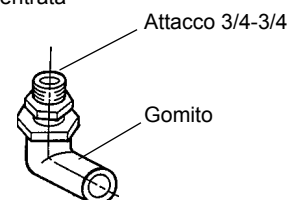

Fig. 6
- 3) Collegare l'attacco 3/4-3/4 (accessorio) al gomito (accessorio) come indicato (Fig. 6). Per ottenere un accoppiamento a tenuta, utilizzare gli appositi ermetici e/o il nastro P.T.F.E.